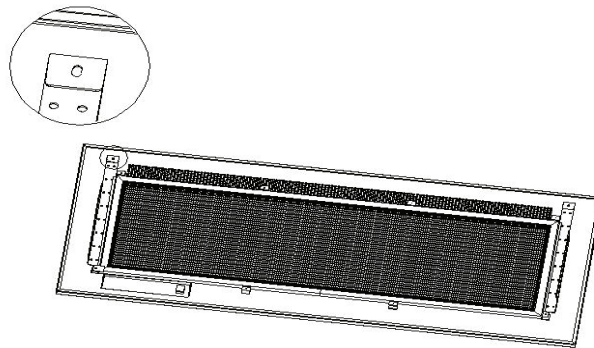

Fig. 1
**C.** Mettre les deux languettes supérieures à plat (**Fig. 1**).
- A. Retirer les 2 vis situées en haut de l'appareil (**Fig. 1**).